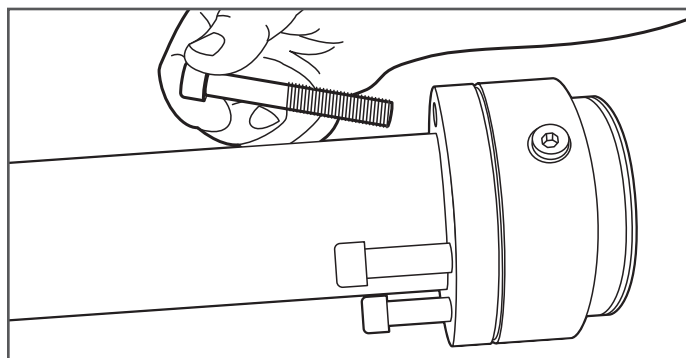

Figure 8-3
3. Retirez toutes les vis à tête creuse (Figure 8-3).